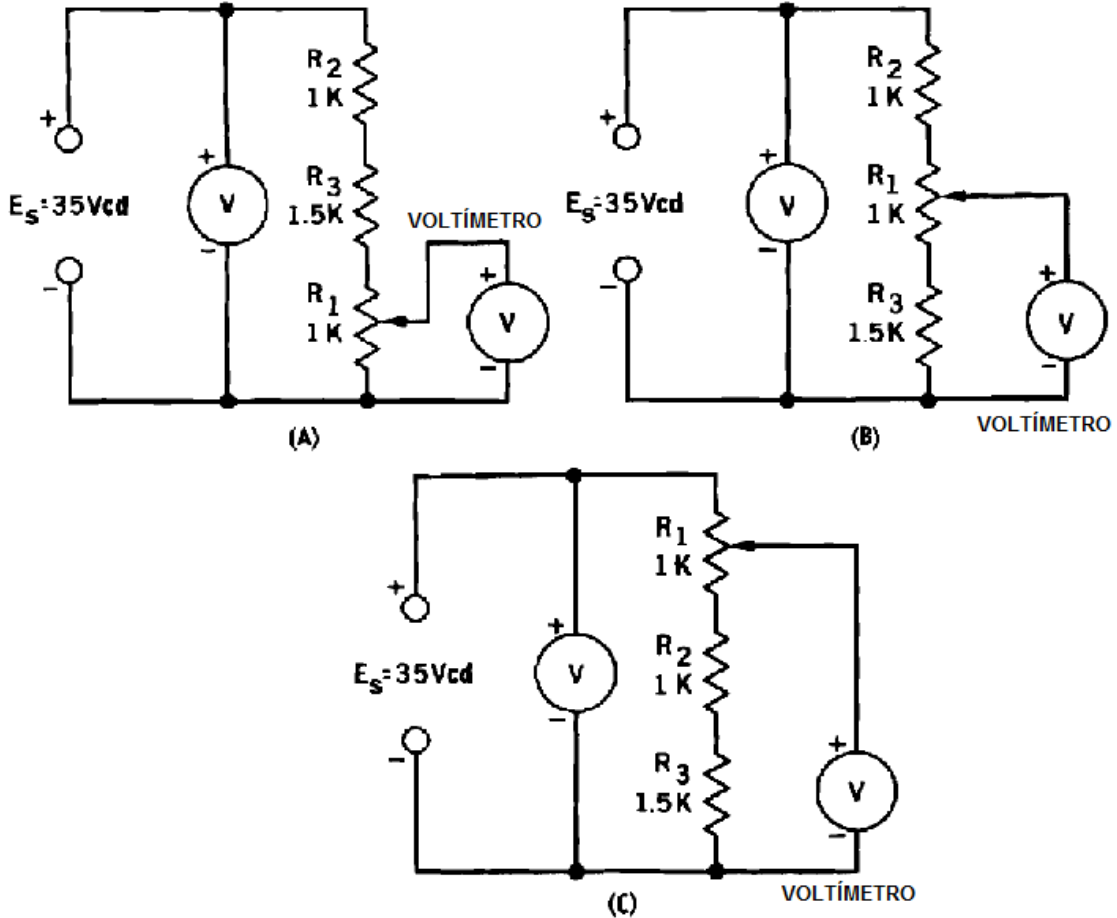

Fig. 15-4
7. Conecte sucesivamente los circuitos en serie, como se muestran en la Fig. 15-4, usando las resistencias de 1,000 y 1,500 ohms y el potenciómetro de 1,000 ohms, a una fuente de energía de 35 volts CD.
Mida las tensiones de la Fig. 15-4 (A) que se especifican a continuación:
8. Mida las tensiones de la Fig. 15-4 (B) según estos datos:
9. Mida las tensiones de la Fig. 15-4 (C) según estos datos: